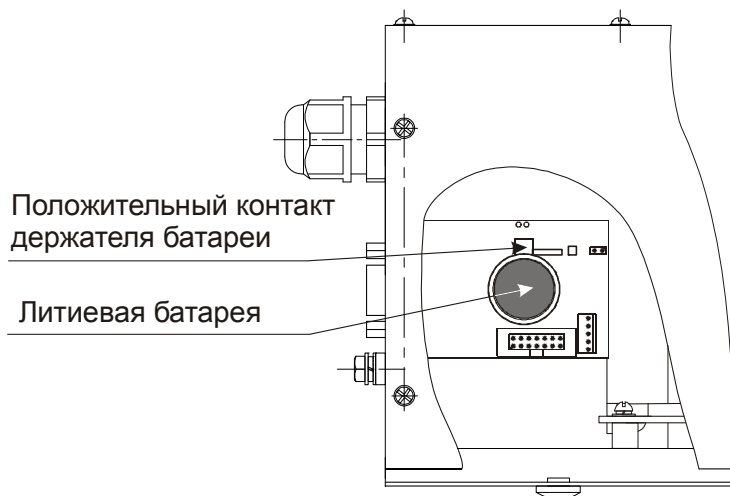

Рисунок 7— Расположение литиевой батареи
- нажав на положительный контакт держателя, вынуть литиевую батарею и заменить ее аналогичной, строго соблюдая полярность при установке (рисунок 7);